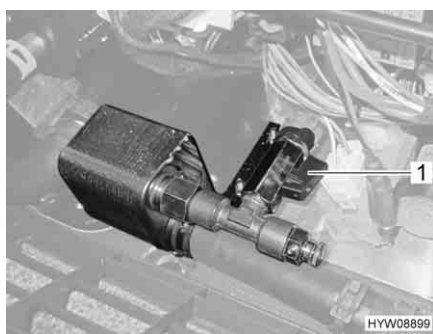

Fig. 136 Scambiatore di calore Alde
- Posizionare la maniglia (Fig. 136,1) del rubinetto di chiusura parallelamente alla tubazione.
- Posizionare la maniglia (Fig. 136,1) del rubinetto di chiusura verticalmente rispetto alla tubazione.